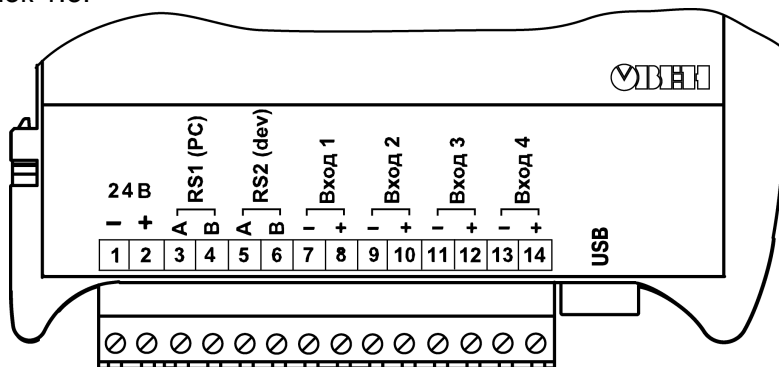

Рисунок 1.3
1.7.3. Разъемы для подключения питания и устройств расположены на боковой стороне прибора, смотри рисунок 1.3.